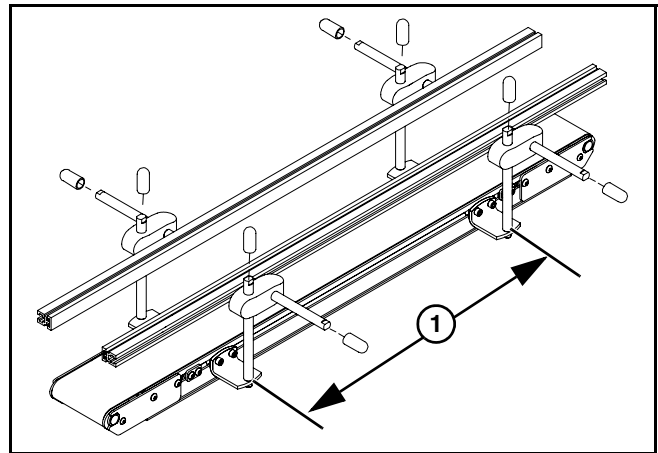

Figure 19
2. Espacez les barres en T de manière égale des deux côtés du convoyeur à des distances maximales de 36,8 à 915 mm (Figure 19, item 1). Installez les fixations de montage et le guide comme requis.